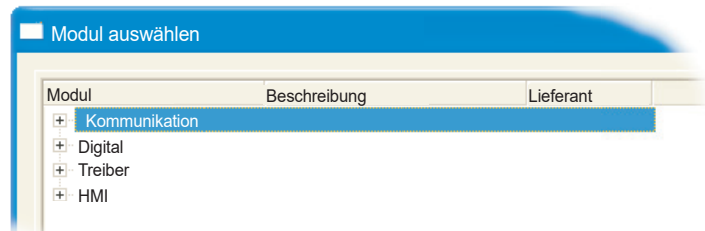

Abbildung 4.3.21m Kommunikationsliste (nicht aufgeklappt)
2. Klappen Sie die Kommunikationsliste auf (klicken Sie auf das + Symbol) (Abbildung 4.3.21m)